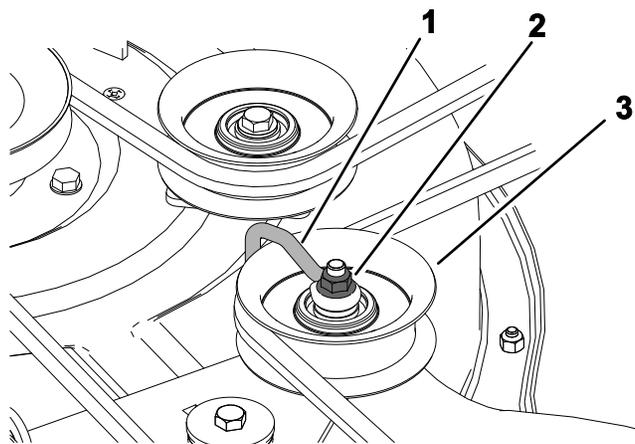

Figura 51
5. Para carcasas con 3 cuchillas, afloje la tuerca que sujeta el soporte de alambre a la polea tensora (Figura 51).
Nota: Coloque el soporte de alambre contra el brazo tensor, como se muestra en la Figura 51.